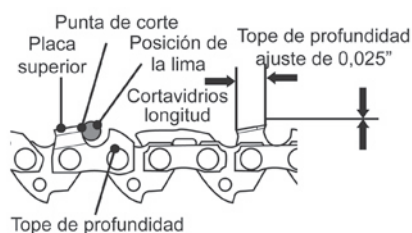

Fig. 74
- > Utilice un instrumento de medición del tope de profundidad para comprobar la altura de este. La mayoría de los principales proveedores de herramientas pueden suministrarle dispositivos de medición del tope de profundidad (Fig. 74).